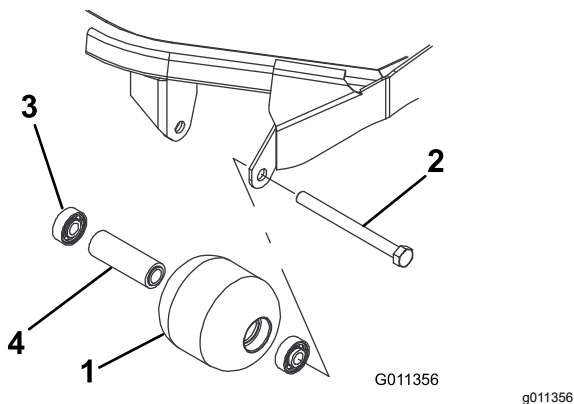

图 85
1. 卸下滚筒安装螺栓图 85。
4. 检查滚筒壳体、轴承以及轴承隔片是否受损图 85。更换并组装任何受损的组件。
1. 将第一个轴承按入滚筒壳体图 85。仅按住外座圈或同时按住内、外座圈。
2. 插入隔片图 85。
3. 将第二个轴承按入滚筒壳体图 85。同时按住内、外座圈直至内座圈接触到隔片。